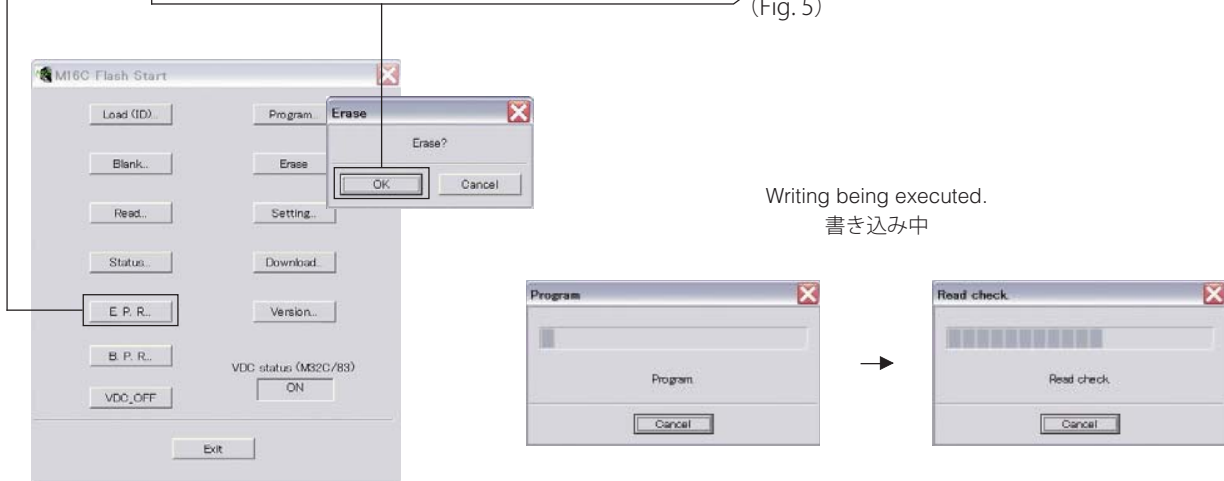

Fig. 5
6. Click [E.P.R.], then the "Erase" screen appears. (Fig. 5)
6. [E.P.R.] をクリックすると、「Erase」が表示されます。(Fig. 5)
7. Click [OK] to start writing. (Fig. 5)
7. [OK] をクリックし、書き込みを開始します。(Fig. 5)